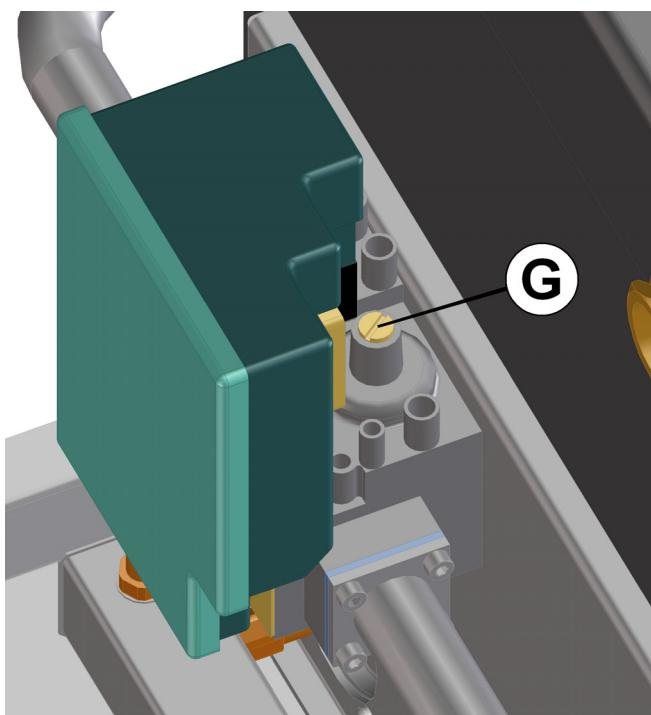

Fig. 8.3
- 5 Per regolare la pressione svitate completamente la vite (G in fig. 8.3) e agite con un cacciavite sulla sottostante vite in plastica (non scendete mai al di sotto dei valori minimi riportati in tab. 8.2).
- 5 To regulate the pressure unscrew the screw completely (G in fig. 8.3) and turn the underlying plastic screw with a screwdriver (never go below the minimum values given in tab. 8.2)
- 5 Para ajustar la presión aflojar totalmente el tornillo (G en la fig. 8.3) y actuar por medio de un destornillador sobre el tornillo de abajo que es de plástico (no llegar nunca por debajo de los valores mínimos indicados en las tab. 8.2)